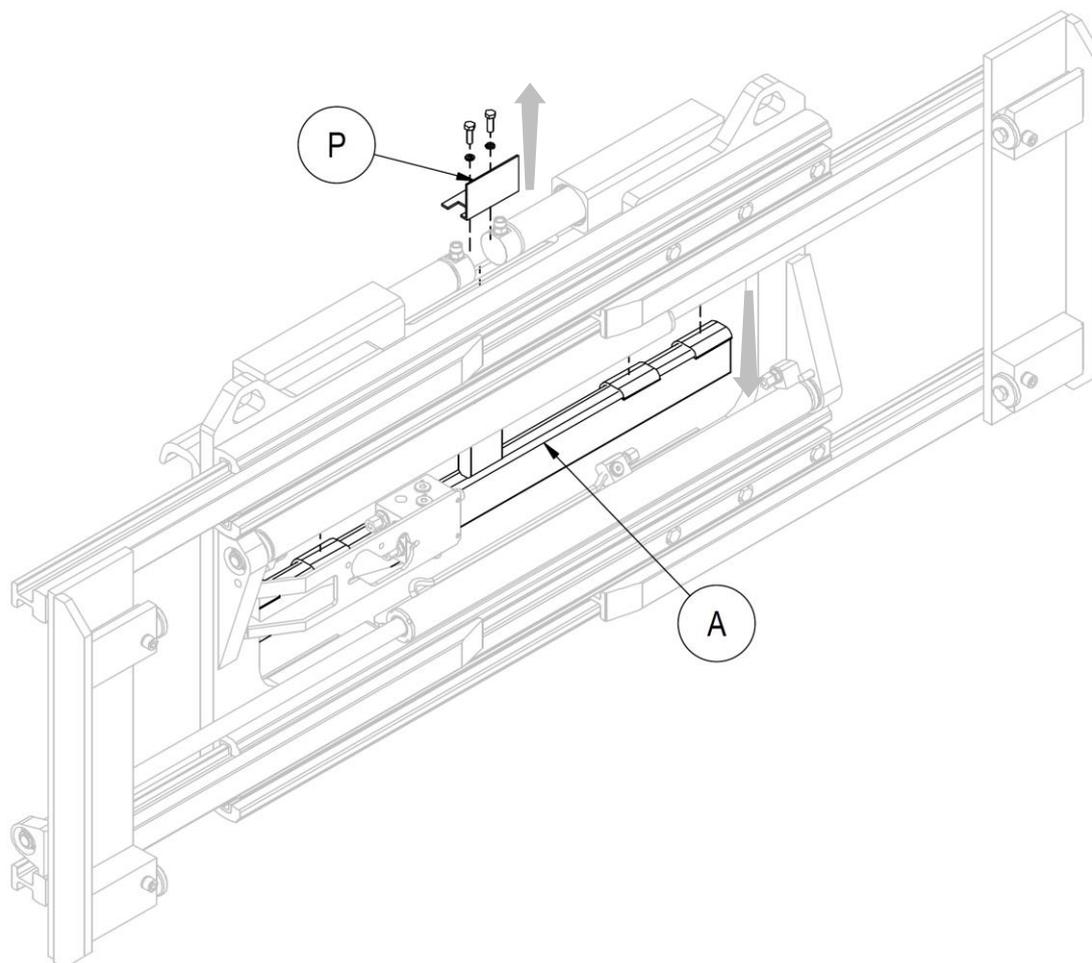

Abbildung 27
7. Beziehen Sie sich auf die *Abbildung 27*.